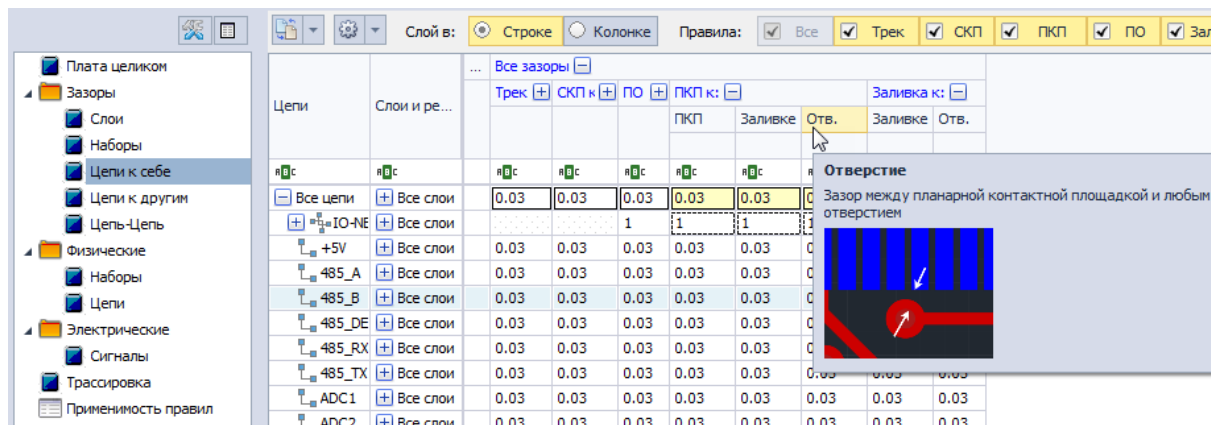

Рис. 23 Зазор между планарной контактной площадкой и отверстием
- Зазор между ПКП и отверстием обозначается как «ПКП к Отв.», Рис. 23. Зазор определяет область вокруг планарной контактной площадки, в которой не может присутствовать какой-либо элемент любого отверстия.